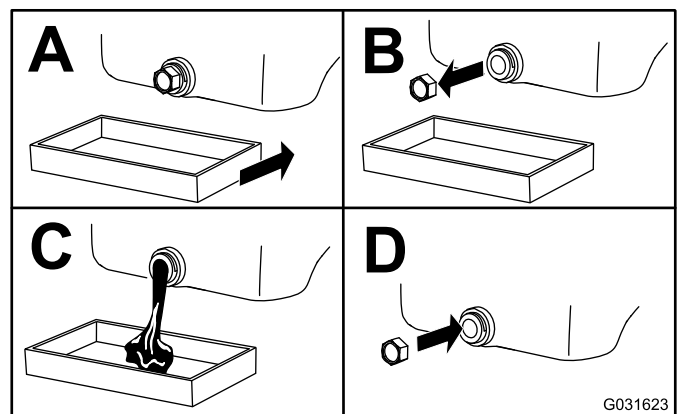

Figure 44
5. Vidangez l'huile moteur, comme montré à la Figure 44.